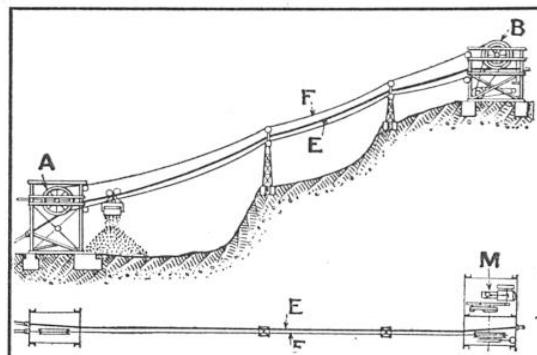

FIG. 5. — BICABLE A NAVETTE
*5e Bicâble, un porteur et un tracteur, à mouvement de navette (fig. 5). —* Le câble porteur est tendu entre les stations extrêmes. Le câble tracteur, continu, forme une boucle dont un des brins passe près du porteur. Un seul wagonnet roule sur le porteur et est accroché à ce brin ;